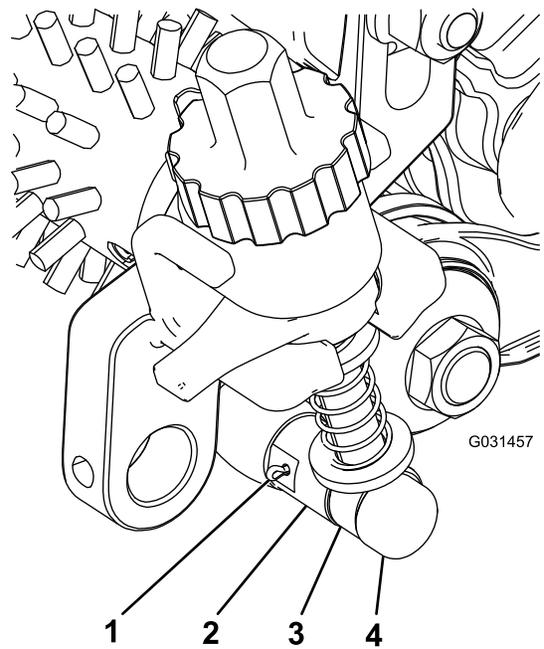

Figura 20
4. Alinhe a barra do conjunto dos braços de ajuste com o anel de ajuste no conjunto do rolete e prenda-a com um pino de ajuste e contrapino (Figura 20).